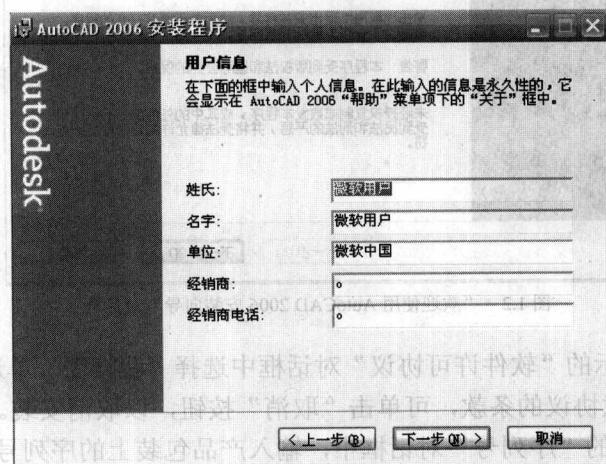

图 1.5 “用户信息”对话框
⑤ 在图 1.5 所示的“用户信息”对话框中，依次输入用户的个人信息，单击“下一步”按钮。